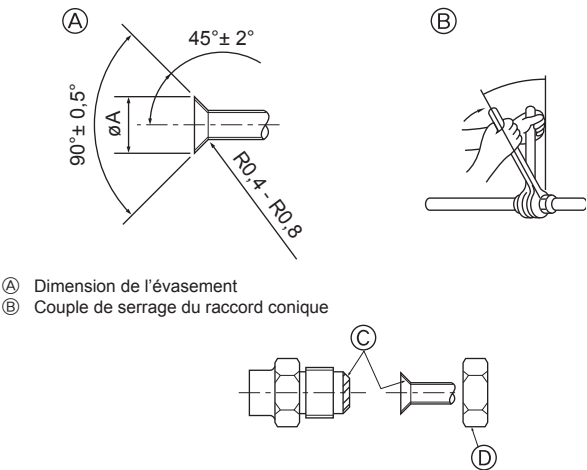

Fig. 4-5
(A) (Fig. 4-5)
(B) (Fig. 4-5)
4.4. Connexion des tuyaux (Fig. 4-5)